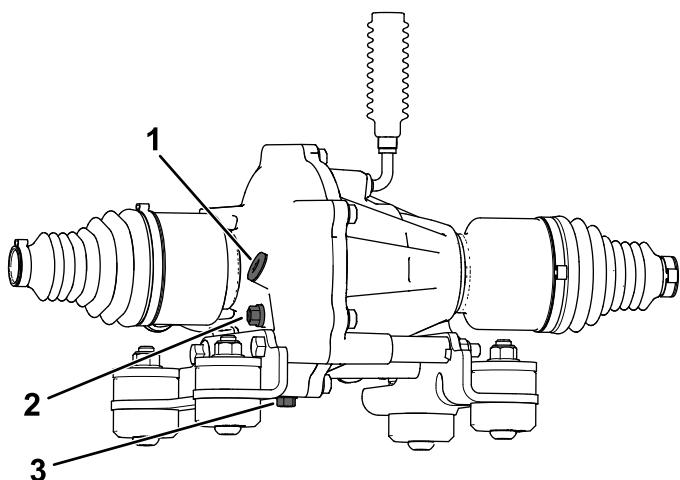

Figure 118
4. Retirez le bouchon de contrôle sur le différentiel avant (Figure 118).
5. Si le niveau d'huile est trop bas, vous devez ajouter l'huile spécifiée par l'ouverture du bouchon de contrôle (Figure 118).
4. Placez un bac de vidange sous le bouchon de vidange (Figure 118).
5. Enlevez le bouchon de remplissage (Figure 118).
6. Enlevez le bouchon de vidange pour permettre à tout le liquide de s'écouler (Figure 118).